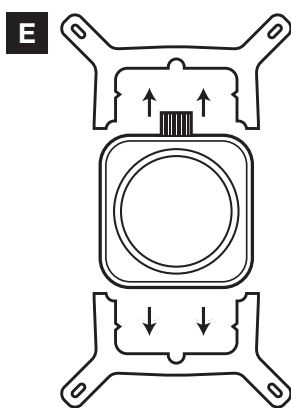

Figura 1
- > Rimuovere la staffa di montaggio Intel integrata (figura 1).